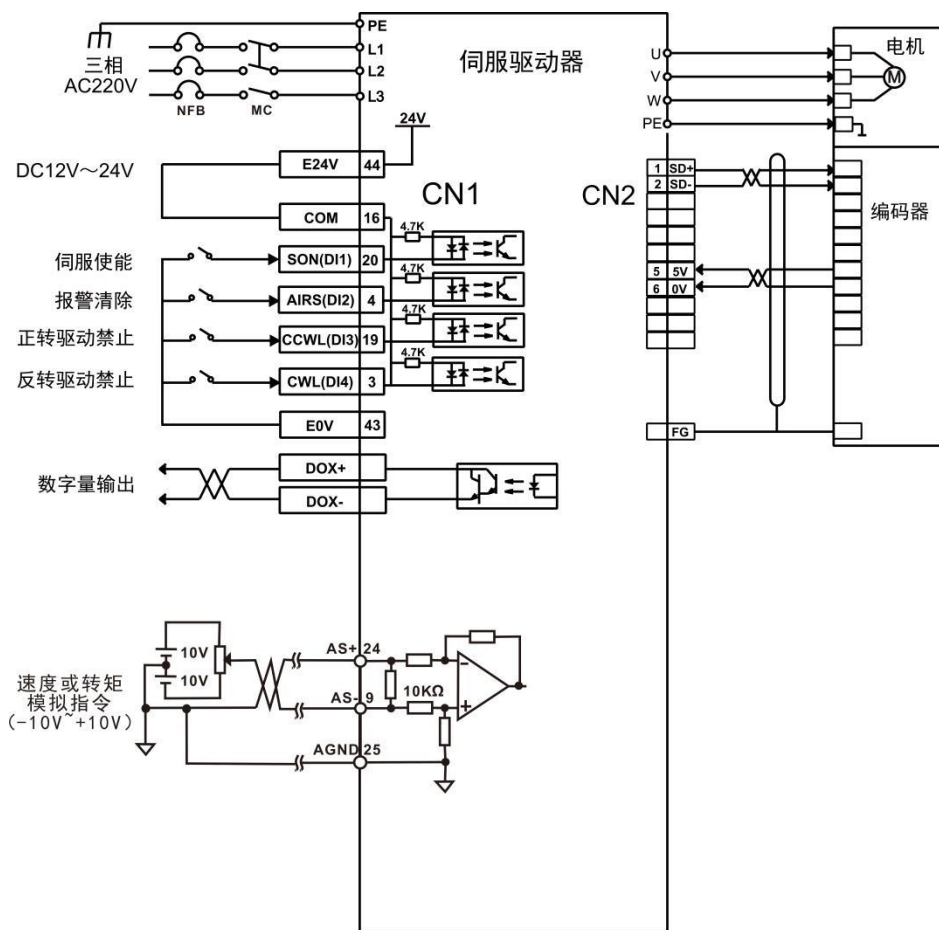

图5.6 转矩模式接线图
- 3) 参考图5.6配线说明连接CN1端子中的所需的DI/DO信号，如同服使能，报警清除，定位完成信号等。